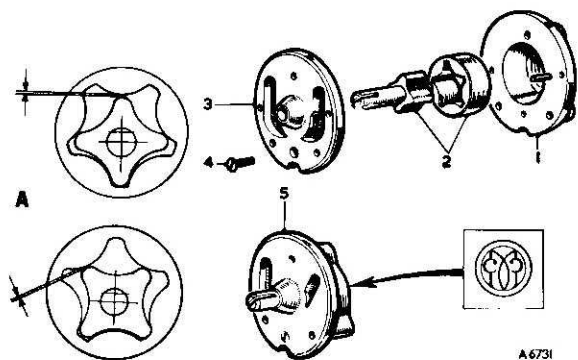

Fig. A. 20
- (4) Il coperchio della pompa è fissato al corpo mediante due grani ed una vite. Scomporre la pompa per la verifica e la sostituzione dei particolari usurati rimuovendo la vite e togliendo il coperchio.
- (5) Montare i rotori nel corpo della pompa.
- (6) Collocare una riga sul piano d'attacco del corpo e misurare la luce tra il bordo inferiore della riga e la faccia dei rotori. Il valore rilevato non dovrebbe essere maggiore di mm 0,127. In caso contrario, rimuovere i due grani di riferimento del coperchio e lappare il piano d'attacco del corpo della pompa.
- (7) Rimontare i rotori, disporli nella posizione indicata nella Figura A.20 e misurare il gioco tra i lobi. Sostituire i rotori se il gioco rilevato è maggiore di mm 0,152.
- (8) Per ricomporre la pompa, eseguire le operazioni della scomposizione nell'ordine inverso.
- (9) Dopo aver effettuato la ricomposizione della pompa, assicurarsi che le parti rotanti siano libere di girare.